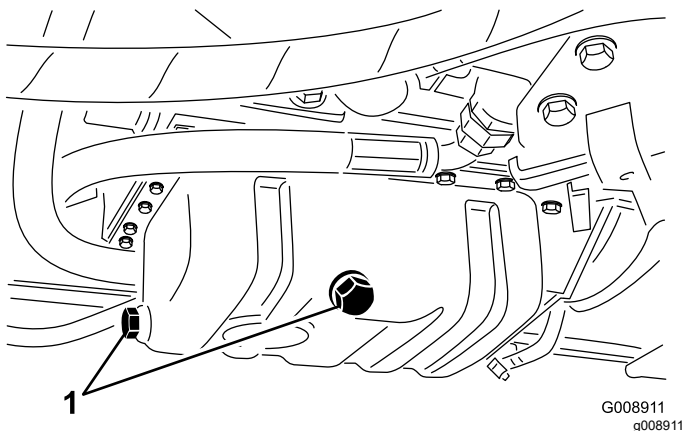

Figura 70
3. Retire os bujões de drenagem (Figura 70) e deixe o óleo escorrer para um recipiente de drenagem; quando o óleo parar de escorrer, instale o bujão de drenagem.